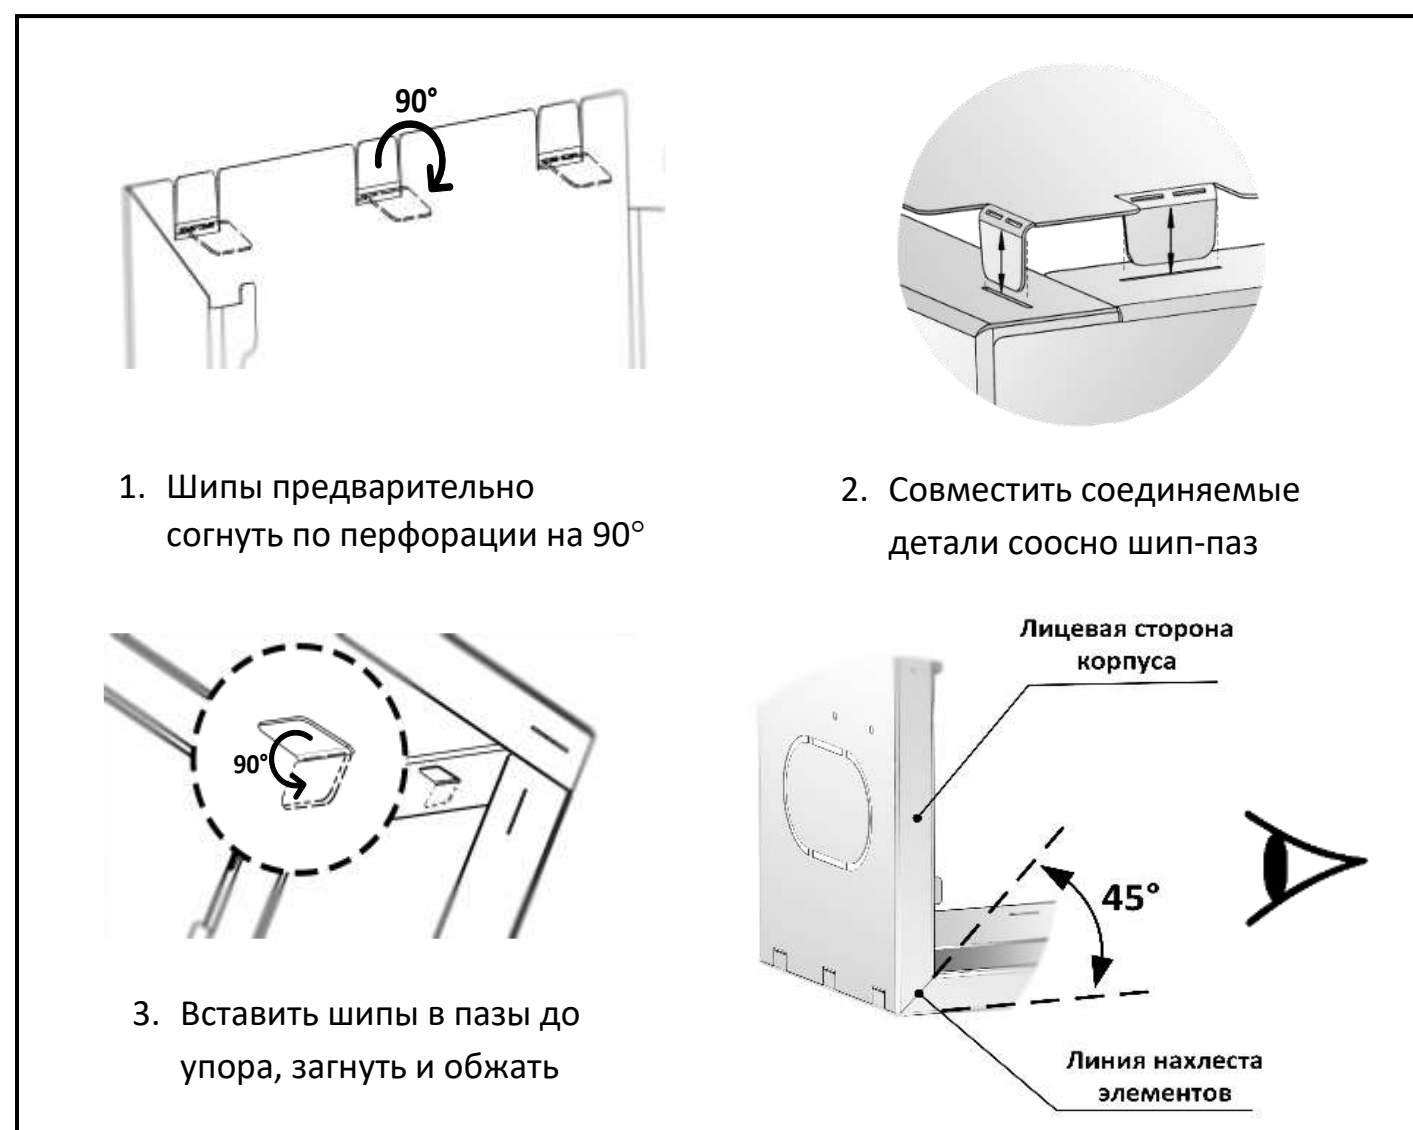

Рис.1 Соединение шип-паз, контроль сборки
- 2.3. Сборку начинайте с операции загибания монтажных шипов по линиям перфорации на 90° (см. Рис. 1).
Шаг №1. В зависимости от модификации пожарного шкафа, следуйте графической схеме сборки элементов, соединяя их методом «Шип-паз». При сборке обратите внимание, чтобы углы соединения деталей составляли 90°, в этом случае на лицевой стороне шкафа в месте нахлеста деталей визуально должен получиться угол 45° (см. Рис.1).